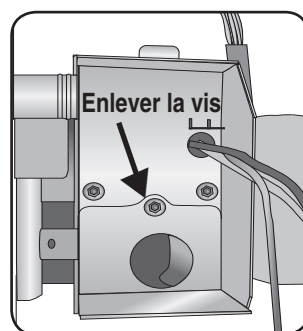

Figure 15
- 2 Retirer la plaque de réducteur de tension en enlevant la vis à l'arrière de la boîte de jonction, comme à **la figure 15** et en faisant glisser la plaque vers l'extérieur.